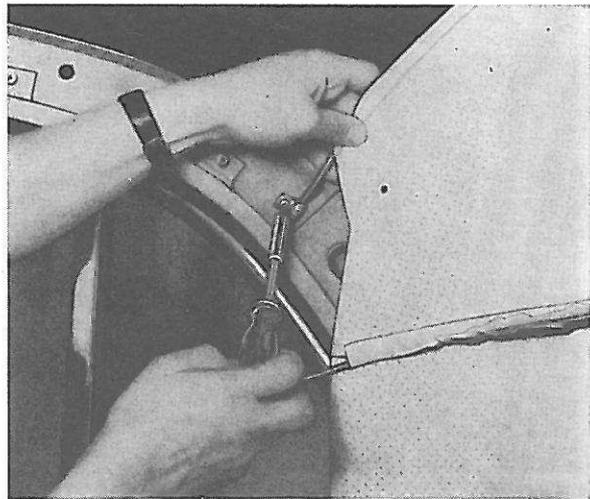

Figure 73. Montage de la nervure arrière
6. Montez la nouvelle garniture en commençant par l'arrière, figure 73. Fixez les nervures arrière avec des attaches, une de chaque côté. Les autres sont posées directement sur le bord de la tôle du toit. Les nervures doivent être posées verticalement.